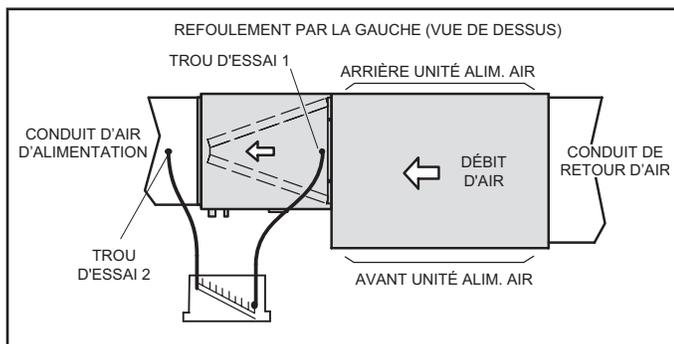

FIGURE 13. Mesure de la pression statique
Pour garantir la précision, la pression statique doit être lue depuis le côté de l'entrée d'air du serpentin jusqu'au côté de la sortie d'air du serpentin. Reportez-vous à la figure 13 pour un exemple permettant d'obtenir une lecture précise.
- 1 - Percez un trou de 5/16 po dans l'enceinte du serpentin à 1 po de la bride du générateur d'air chaud (trou d'essai 1, figure 13).
- 2 - Percez un trou de 5/16 po dans le conduit d'air d'alimentation (trou d'essai 2, figure 13).